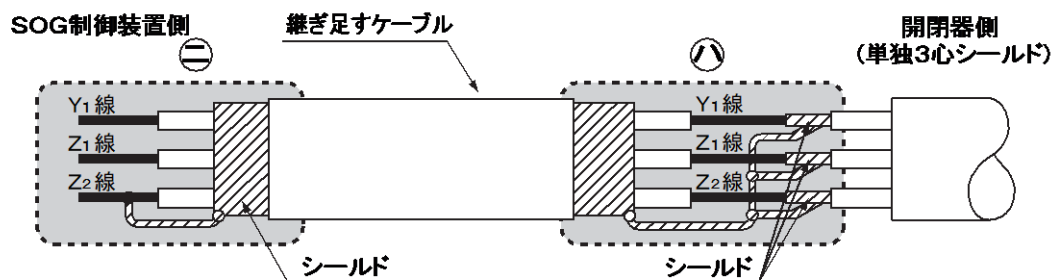

図 12 ケーブルの継ぎ足し
- ㊨ 開閉器側制御ケーブルの端末は、シールド線を Z2 端子に半田付けしていますので、継ぎ足す場合にはシールド線を外し、端子記号を合わせて接続してください。また開閉器側の Y1、Z1、Z2 のシールド線と継ぎ足すケーブル側のシールドを接続してください。(図 12)
- ㊩ 継ぎ足した側のケーブル端末は、SOG 制御装置側でシールドと Z2 端子を接続してください。(図 12)